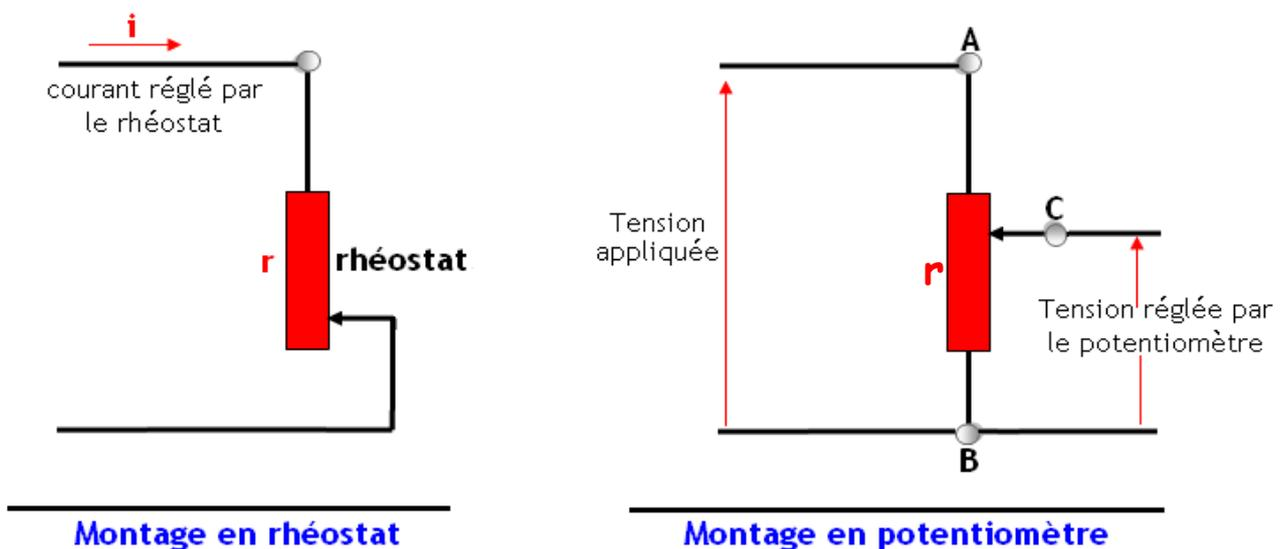

Figure 6 : Montage en rhéostat et montage en potentiomètre.
- ☞ Utilise ses trois (3) bornes (fig. 6) pour constituer d'une part une " entrée " (entre les bornes A et B), d'autre part une " sortie " (entre les bornes C et B) ;